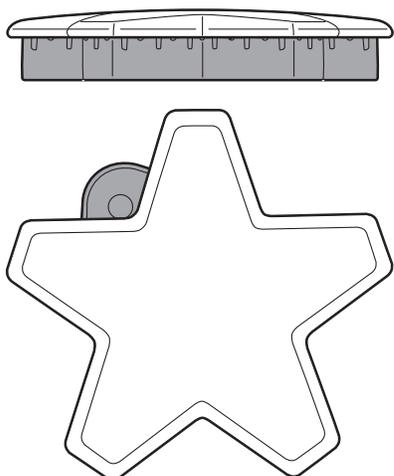
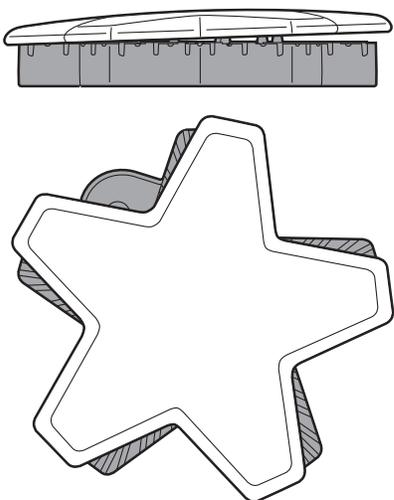

Figure 15 : Chapeau de brûleur correctement placé
Figure 16 : Chapeau de brûleur incorrectement placé
- Vérifiez chaque brûleur pour vous assurer qu'il n'y a pas d'espace entre le chapeau et la base du brûleur. Voir les *Figure 15* et *Figure 16* pour des exemples de chapeau de brûleur correctement ou incorrectement placés.
- Vous pouvez essayer de déplacer délicatement les chapeaux des brûleurs latéralement pour vous assurer qu'ils sont placés correctement sur leur base. Lorsqu'ils sont bien placés, les chapeaux des brûleurs sont droits sur la base et couvrent complètement la base du brûleur en forme d'étoile lorsque vous les regardez d'en haut, comme sur la *Figure 15*.